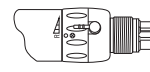

Рис. 4
- (2) Обратное вращение : Поверните кольцо смены направления вращения ПРЯМОЕ/ОБРАТНОЕ по направлению к "R" как показано на Рис. 4.